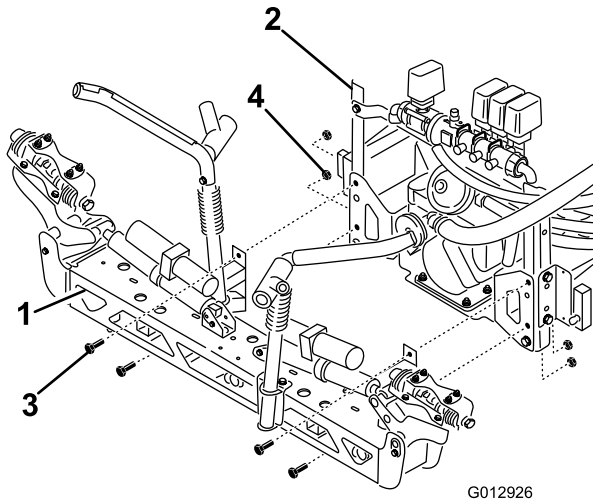

**Figure 28**
2. Montez les berceaux de transport sur la rampe centrale au moyen de 6 boulons (3/8 x 1-1/4") et 6 contre-écrous (3/8"). Orientez-les comme illustré à la Figure 28